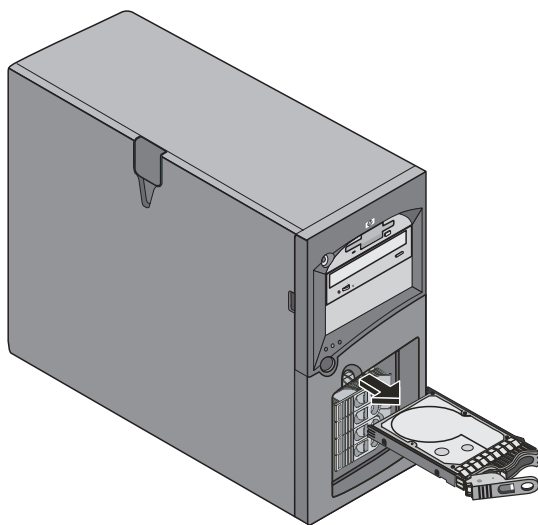

图 2-10：卸下热交换硬盘驱动器
5. 用手托住驱动器底部，同时缓慢地拉出驱动器。不要让驱动器跌落。请参阅图 2-10。